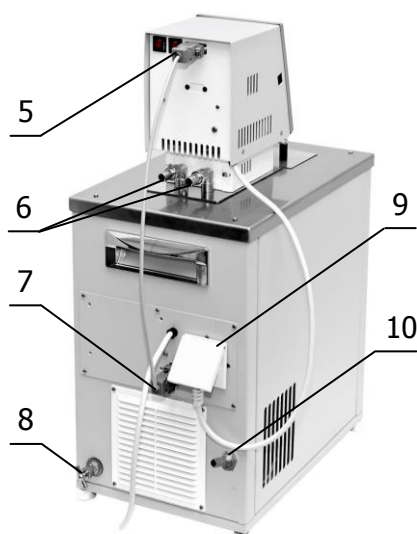

Рисунок 3 — Задняя панель КРИО-ВТ-12
2.2.4 К переливному штуцеру 10 (рисунок 3) присоединить гибкий шланг, второй конец которого опустить в емкость для сбора излишков теплоносителя объемом 1.5-2 литра.
2.2.6 Для работы термостата без внешнего потребителя соединить входной и выходной штуцеры 6 (рисунок 3) насоса блока регулирования шлангом-перемычкой из комплекта поставки термостата. Закрепить перемычку на штуцерах, используя хомуты из комплекта поставки термостата.
2.2.7 Вставить вилку шнура питания блока регулирования температуры в розетку 9 (рисунок 3). Соединить кабелем из комплекта поставки блок регулирования (разъем 5) и холодильную машину (разъем 7). Шнур питания термостата подключить к питающей сети напряжением 220 В.
2.2.8 Включить блок регулирования в соответствии с документом ТКЛШ 3.222.009-20 РЭ «Блок регулирования температуры погружной циркуляционный М01М». При работе циркуляционного насоса уровень теплоносителя во внутренней ванне понизится. Доливать теплоноситель следует до тех пор, пока он не начнет переливаться через штуцер 10 (рисунок 3).